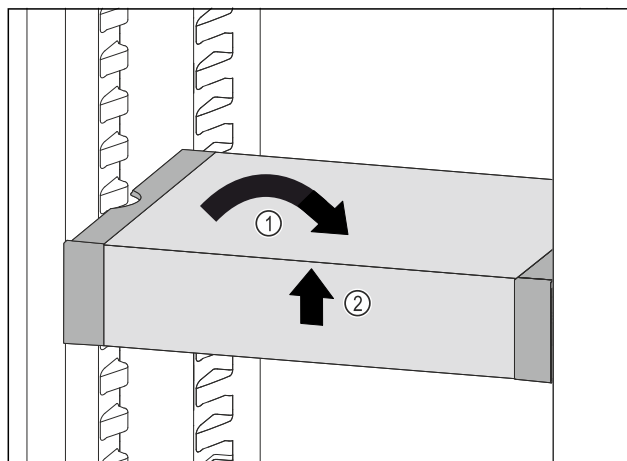

Fig. 57
- ▶ VarioSafe ustawić prosto. Fig. 57 (1)
- ▶ VarioSafe unieść z przodu. Fig. 57 (2)